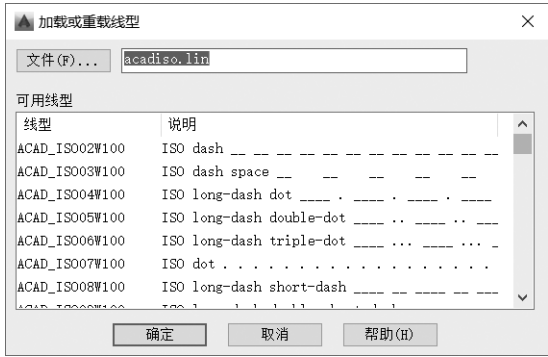

图 4-11 “加载或重载线型”对话框
- “线型”：用于显示各图层的线型。如果改变某一图层的线型，单击该图层上的线型名，打开“选择线型”对话框，如图 4-10 所示。在该对话框中选择一种线型，或者单击“加载”按钮，出现“加载或重载线型”对话框，如图 4-11 所示。
- “加载”按钮：用于加载新的线型。单击该按钮，打开如图 4-11 所示的“加载或重载线型”对话框，该对话框列出了以“lin”为扩展名的线型库文件。选择要输入的新线型，单击“确定”按钮，完成加载线型操作，返回“线型管理器”。